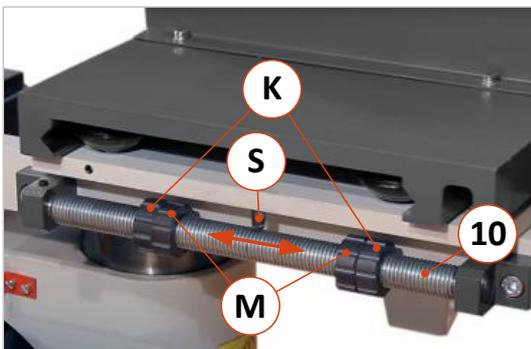

Abbildung 20: Bohrtiefenanschläge
2. Danach manuell oder mit der optionalen Dübelbohrereinrichtung über die gesamte Langlochbreite mehrere Zwischenbohrungen bis zur am Bohrtiefenanschlag (siehe ⇒ Abbildung 20) eingestellten Tiefe bohren. Bohrungsabstände so wählen, dass die Bohrungen nicht ineinander verlaufen, siehe ⇒ Abbildung 21 (2).